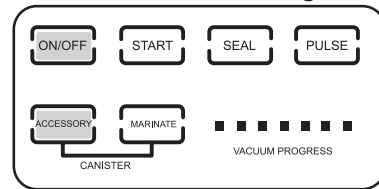

Figure 13
3. Insert one end of the accessory hose into the **Accessory Port** (Figure 13) on the **Vacuum Sealer**.
3. Insérer une extrémité du tuyau accessoire dans la prise auxiliaire (Figure 13) de la scelleuse.